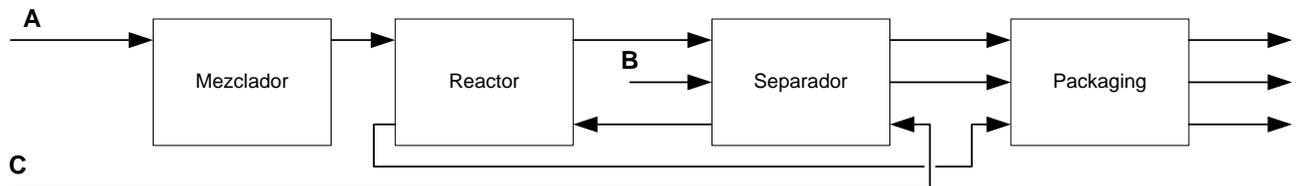

Figura 5: Proceso producción productos A, B y C.
9. Considere una planta que produce productos A, B y C mostrado en la Figura 5 y sus respectivos datos de proceso dados en la Tabla 8.